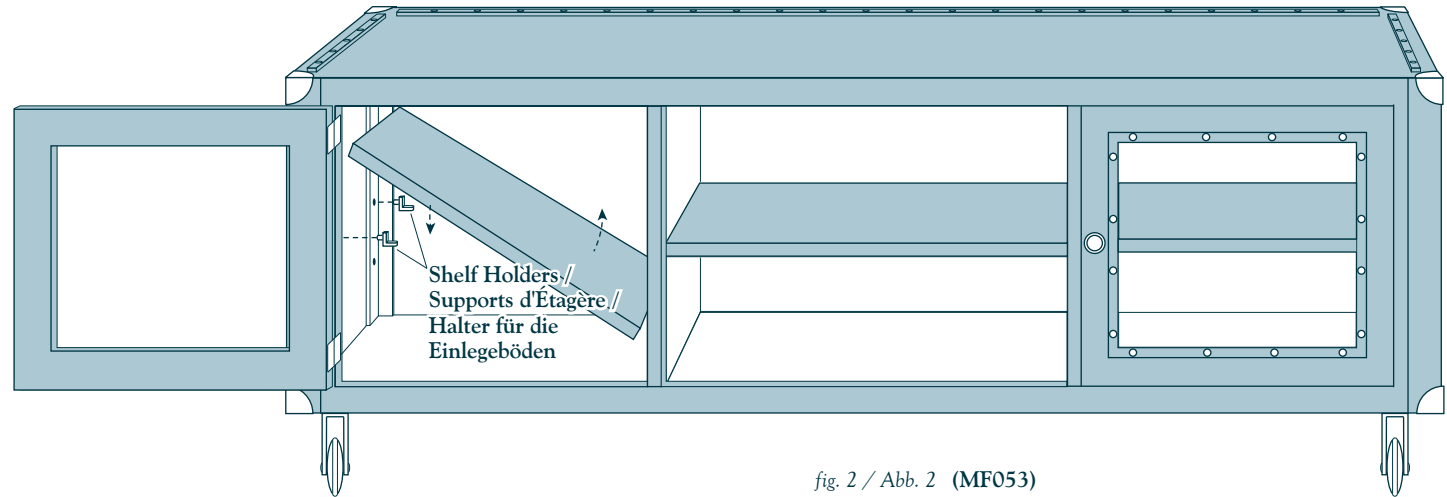

fig. 2 / Abb. 2 (MF053)
3. Open cabinet doors. Place two shelf holders into holes at desired level on *outer side* wall of cabinet. Slide shelf into cabinet, keeping shelf tilted so that outer side of shelf is above shelf holders (fig. 2).
3. Ouvrez les portes du cabinet. Placez deux supports d'étagère à la hauteur souhaitée sur les côtés extérieurs du cabinet. Glissez une étagère à l'intérieur du cabinet en l'inclinant de façon à ce que l'extrémité de l'étagère du côté extérieur soit au-dessus des supports d'étagères (fig.2).
3. Öffnen Sie die Türen des Kabinetts. Platzieren Sie zwei der Halterungen in gewünschter Höhe in die Außenwand. Schieben Sie das Einlegebodenbrett in das Kabinett und halten Sie es gekippt, so dass die äußere Seite über den Halterungen liegt (Abb. 2).